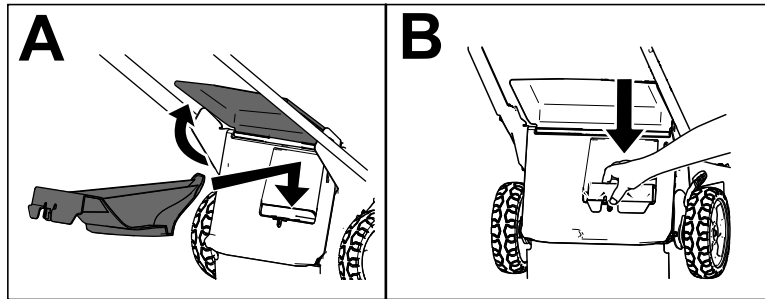

Figura 8
**Importante:** Asegúrese de que el tapón trasero está bloqueado en su lugar. Para bloquear el tapón, levante el deflector trasero (**Figura 8, A**), introduzca el tapón y presione firmemente hasta que encaje en su lugar (**Figura 8, B**).